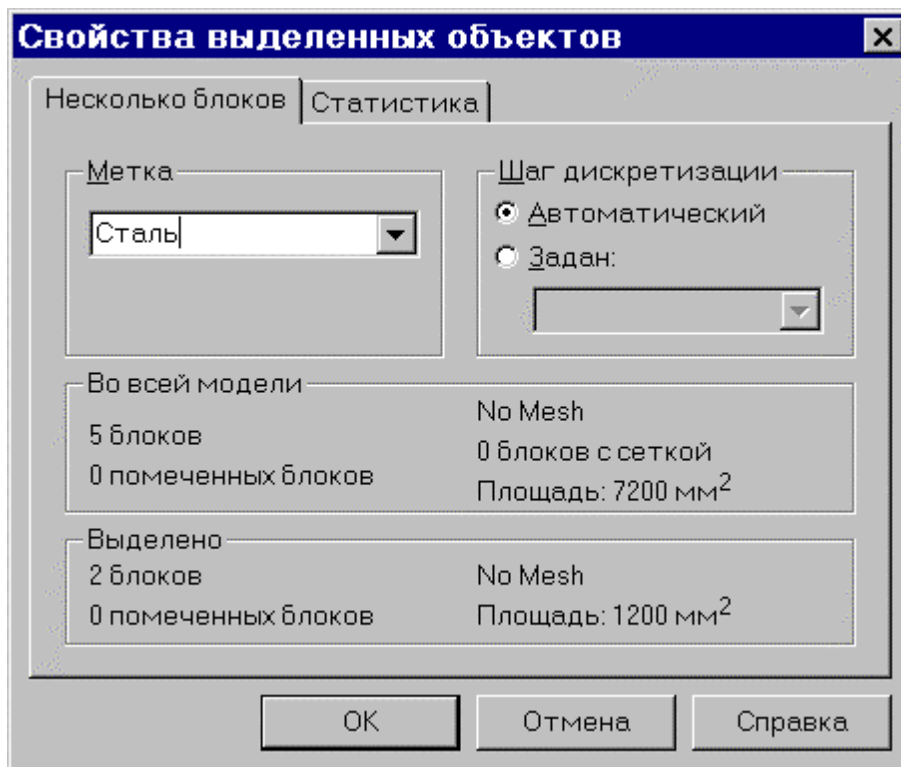

Рис. 4.8. Окно «Свойства...» на этапе присвоения меток блокам
1. Дважды щелкните мышью прямоугольник CDHG. Блок станет выделенным и появится диалоговое окно **Свойства выделенных объектов** (рис. 4.8).